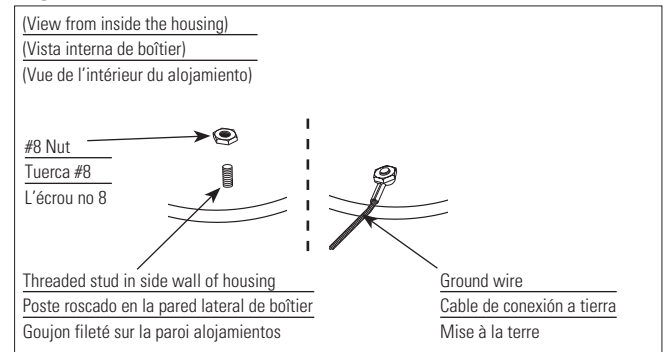

Fig. 4
- Use supplied #8 screw in existing hole (Fig. 4).
- Utilisez la vis no 8 fournie dans l'orifice existant (Fig. 4).
- Utilice el tornillo n° 8 provisto en el orificio existente (Fig. 4).